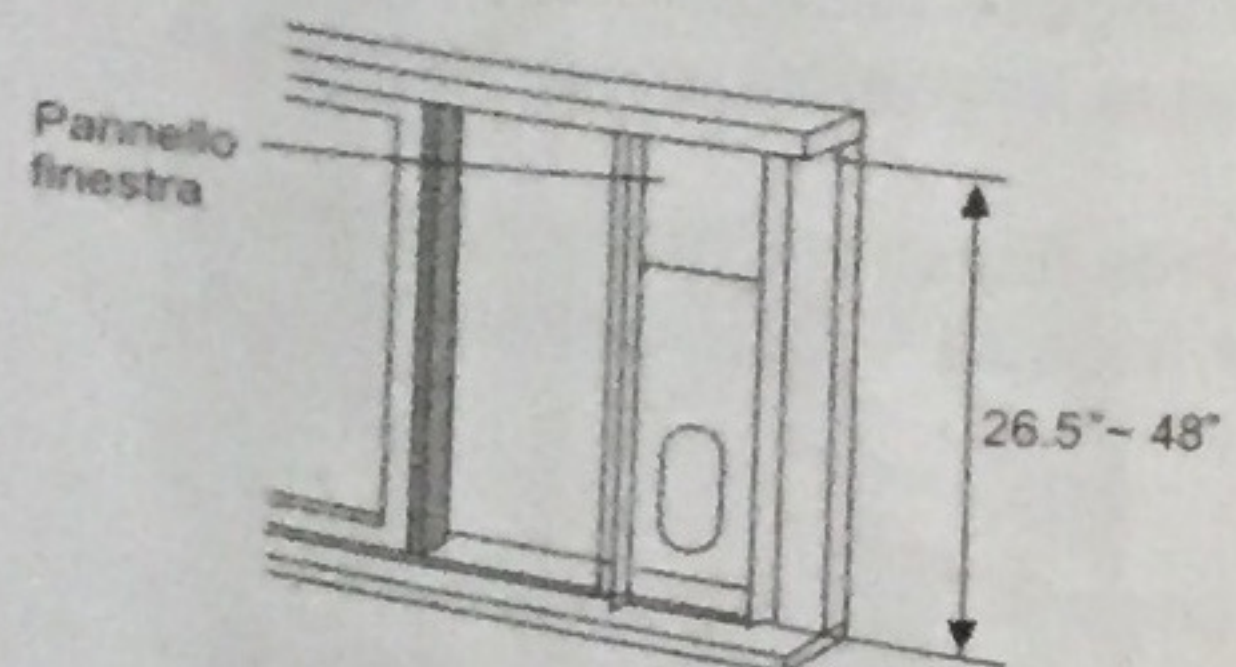

Fig. 15
2. Montare il kit di regolazione scorrevole per finestre al davanzale della finestra. Regolare la lunghezza del kit di regolazione scorrevole per finestre in base alla larghezza della finestra, accorciarlo se inferiore a 27 pollici. Aprire il telaio scorrevole della finestra e posizionare il kit di regolazione scorrevole per finestre sul davanzale. Vedere Fig. 15.